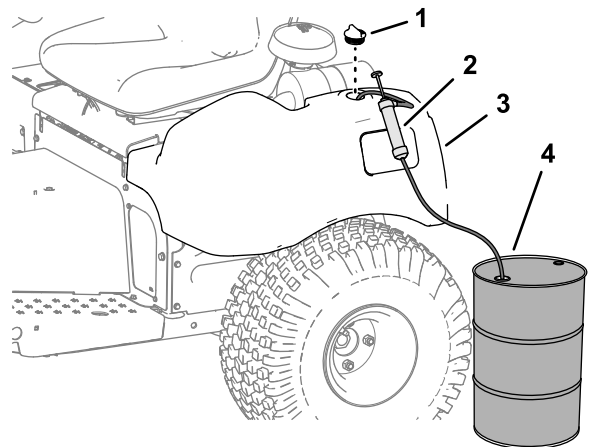

Bild 47
1. Nehmen Sie die Kappe vom Hydraulikbehälter ab (Bild 47).
2. Pumpen Sie das Hydrauliköl vom Behälter ab (Bild 47).